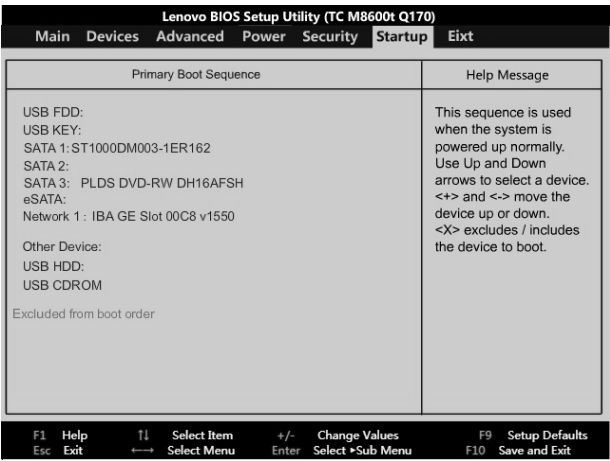
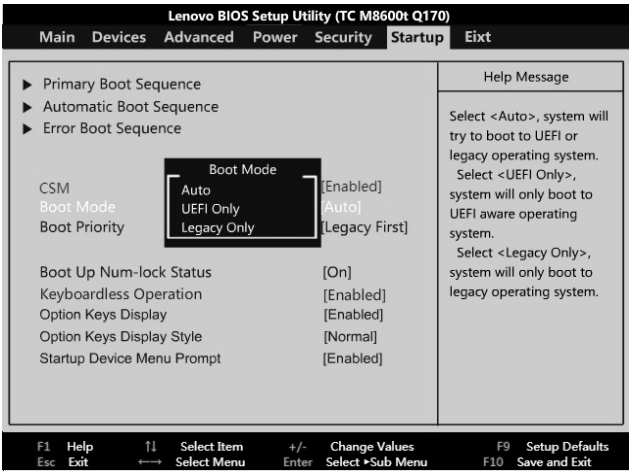

图 10-16 Primary Boot Sequence 菜单
图 10-17 Boot Mode 启动方式
① Primary Boot Sequence 可以对启动设备的顺序进行设置，如图 10-16 所示。
② CSM (Compatibility Support Module) 兼容模块，该选项专为兼容只能在传统 (legacy) 模式下工作的设备以及不支持或不能完全支持 UEFI 的操作系统而设置。因此，安装 Win7 系统还需要把 CSM 设置为 Enable，表示支持 Legacy 引导方式。
③ Boot Mode 启动方式: Auto、UEFI Only、Legacy Only，如图 10-17 所示。